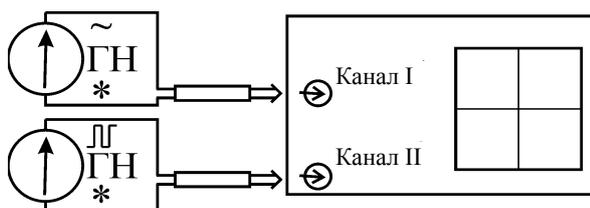

Рис. 6
Некоторые модели осциллографов позволяют не только наблюдать одновременно два сигнала на экране, но и осуществлять сложение этих сигналов, как одинаково направленных, так и как взаимно перпендикулярных. Для этого напряжение с одного генератора U_{x1} подается на вход первого канала осциллографа, а напряжение с другого генератора U_{x2} – на вход второго канала, как показано на рис. 6 (см. Приложение).
12. Подключите генератор синусоидального напряжения на вход одного канала осциллографа, а генератор прямоугольных импульсов на вход другого канала (рис. 6).